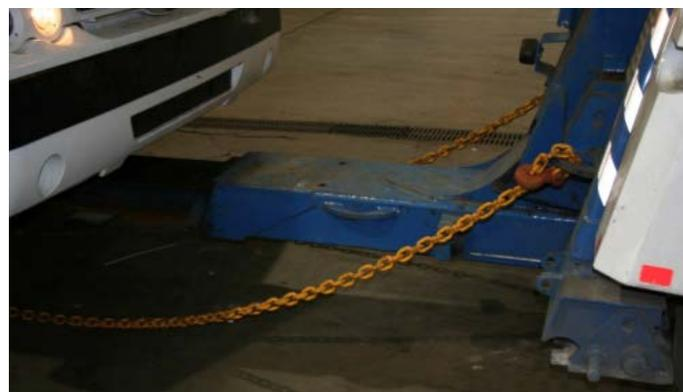

FIGURE 48
8. Attacher les deux chaînes de sécurité de la dépanneuse à partir des oeillets de remorquage avant du véhicule jusqu'aux deux oeillets de remorquage de la dépanneuse (Figure 47 et Figure 48).